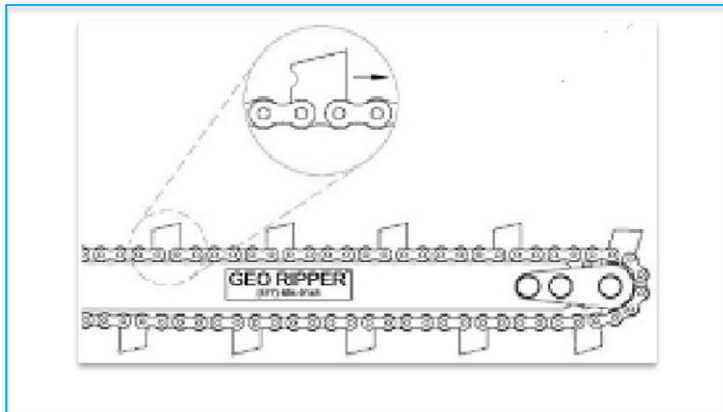
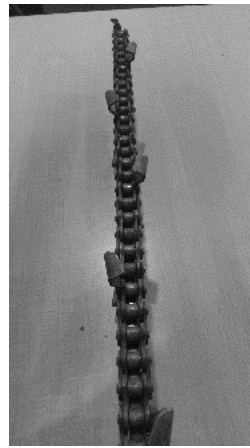

Fig.8
Fig.9
3. Vérifiez que la chaîne soit orientée dans la bonne direction (Fig.8 et Fig.9) avec le bord arrondie de la dent de creusement vers le nez de la barre
5. Vérifier à deux fois que la chaîne soit bien orientée dans la bonne direction (Fig.8). Un pictogramme est aussi présent sur la boîte des chaînes